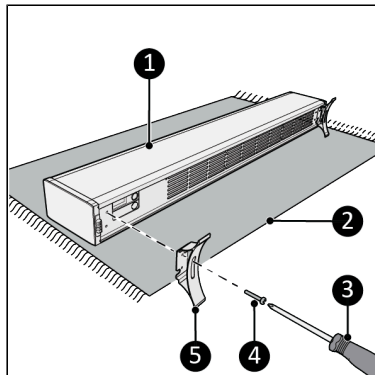

Figure 55.
1. Posez l'appareil sur une surface douce et stable (Figure 55, pos. 2).
2. Placez les pieds (Figure 55, pos. 5) des deux côtés du corps principal (Figure 55, pos. 1).
3. Vissez et serrez les pieds avec une petite vis (Figure 55, pos. 4) à l'aide d'un tournevis Phillips (Figure 55, pos. 3).